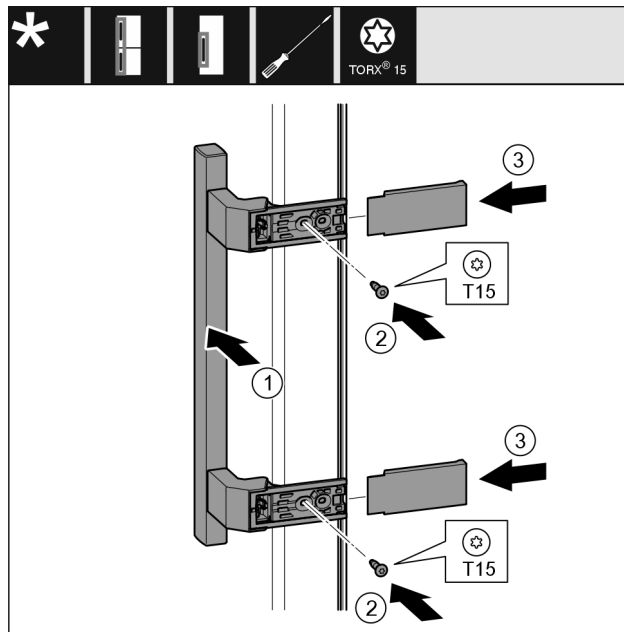

Fig. 22
- Helyezze fel a fogantyút Fig. 22 (1) a másik oldalra.
- Húzza meg a csavarokat Fig. 22 (2) csavarhúzóval.
- Helyezze fel a fedelet Fig. 22 (3) oldalra, és tolja fel őket.